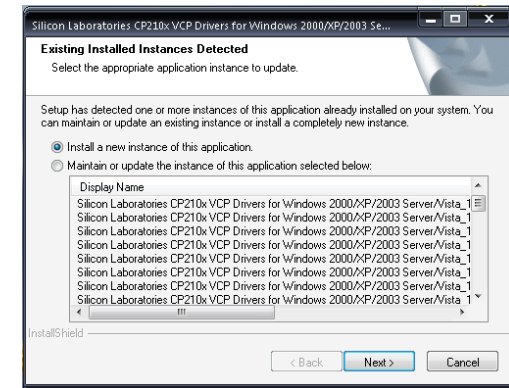

Рисунок 8.7
6) На екрані з'явиться вікно (рисунок 8.7).
– в вікні (рисунок 8.7) клацнути по кнопці **Next**;